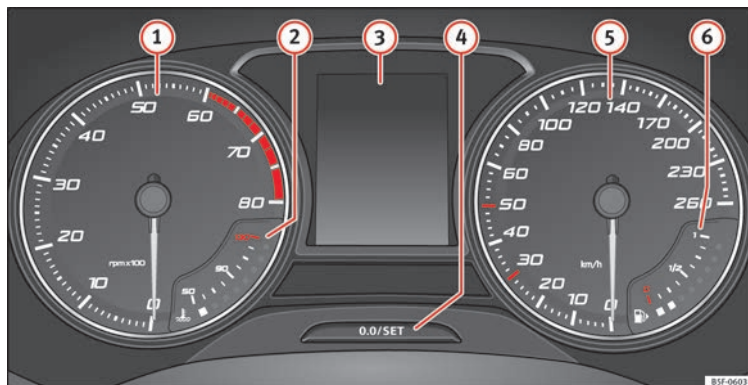

Bild 120 Kombiinstrumentet på instrumentbrädan
Information om instrumenten »» bild 120:
Varvräknaren visar antalet motorvarv per minut » **bild 120 1**.
Låt aldrig varvräknarens nål **1** » **bild 120** gå in i den röda zonen på mätaren i mer än mycket korta perioder. Annars finns det risk att motorn skadas.
Olika typer av information kan visas på instrumentpanelens display » **bild 120 3**, beroende på aktuell utrustning:
- Tryck snabbt ner knappen » **bild 120**  för att återställa färdminnet till 0.
- För att ställa in tiden hålls knappen » **bild 120**  nertryckt i mer än 3 sekunder för att välja timma eller minut.
Håll knappen » **bild 120**  nertryckt i mer än 15 sekunder för att visa motorns
Kylmedelstemperaturmätaren **②** » **bild 120** fungerar bara med tändningen påslagen. Var vänlig läs följande information om de olika temperaturområdena för att undvika skador på motorn.